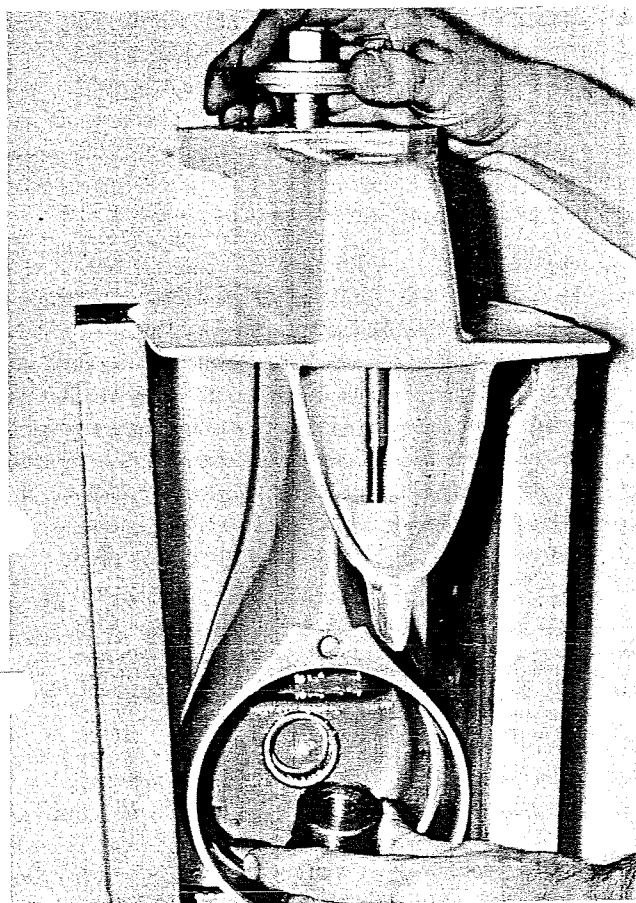
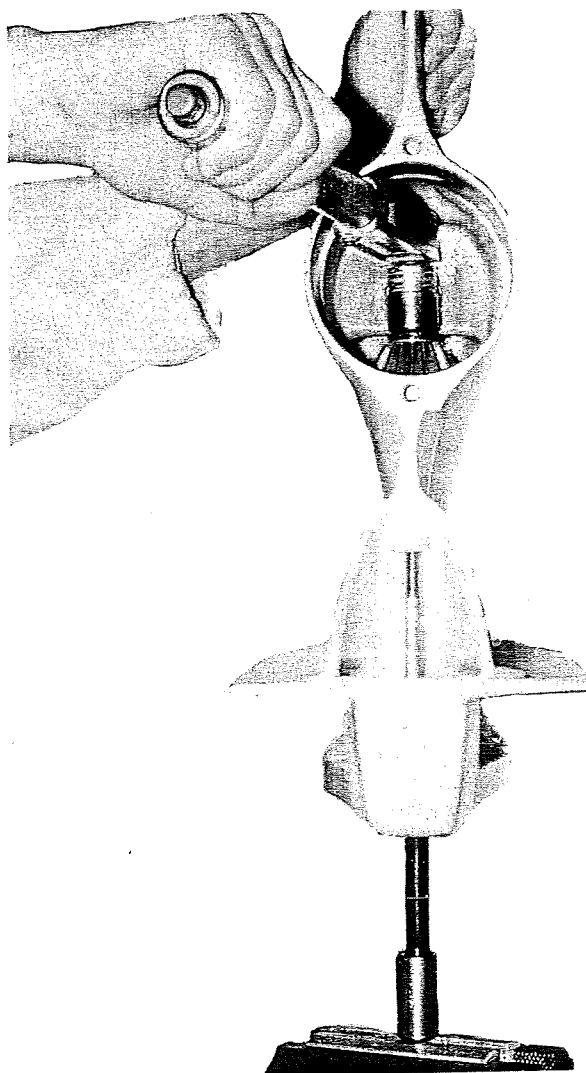

Fig. 22
Fig. 23
6. Drag fast brickan (30) och muttrarna (32).
7. Drag in nållagret (7) för den vertikala drivaxeln (9). Använd verktyg 884241. Se fig. 22. OBS! Den sida på lagret där lagerbeteckningen är instansad skall vändas nedåt.
8. Montera nållagret (15) för propelleraxeln. Den sida på lagret där lagerbeteckningen är instansad skall vändas akterut. Använd verktygen 884283 samt 9991801.
9. Pressa på kullagret (10) på den vertikala drivaxeln med hjälp av verktyget 884266. Håll fast lagret i sitt läge med en distanshylsa (ex. distanshylsan på propelleraxeln) och rundmuttern (21) så att inte lagret flyttas på axeln vid monteringen.
10. Placera 0,3 mm justermellanlägg (11) i växelhuset och montera drev (27) tillsammans med drivaxeln, låsbricka (23) och mutter (22). För att axeln vid monteringen skall erhålla styrning placeras drevet först på sin plats.
11. Drag muttern (22) med 16 kgm (115 lb.ft.). Använd verktyg 884264 i splinesändan som mothåll. Se fig. 23.